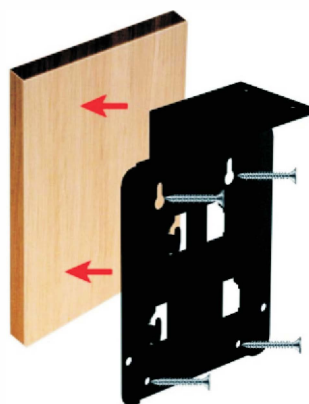

Figura 2
2. Se for necessário fixar o cofre na parte lateral de objectos como uma mesa, selecione as 4 barras no plano vertical do suporte de montagem (Figura 2) (as duas barras superiores são as barras de tensão principais) e utilize os parafusos de montagem para fixar o suporte à mesa.
Nota: Se apenas forem utilizados os dois orifícios superiores da figura 2, o suporte pode deslocar-se da mesa. Para sua segurança, deve também fixar os dois orifícios inferiores.